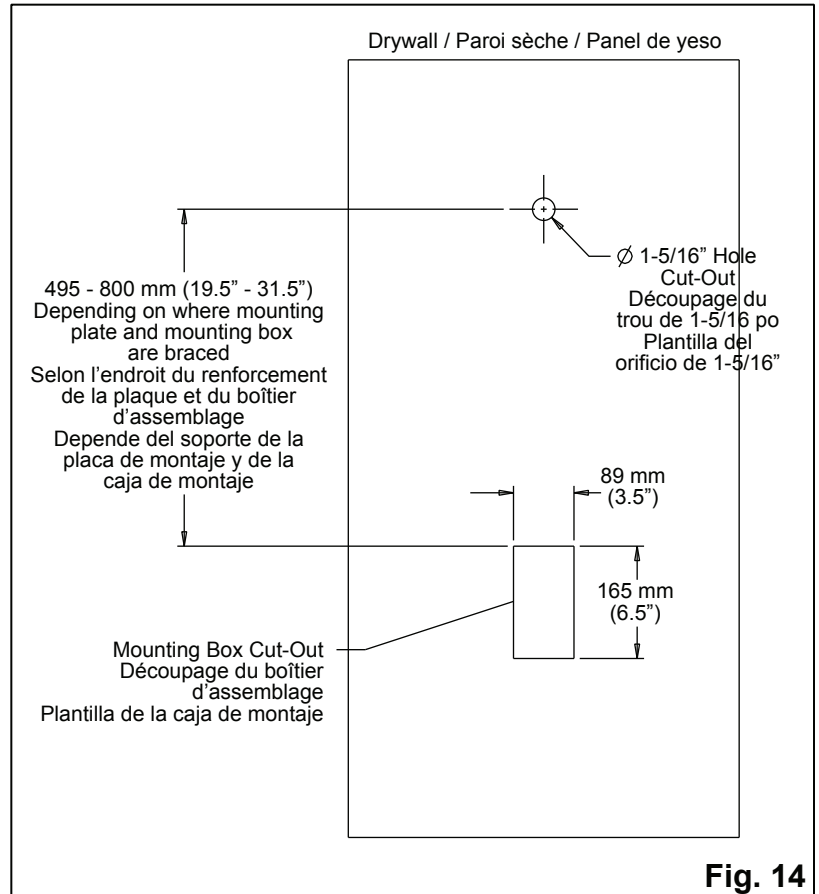

Fig. 14
17. Ensure there is a hole in the drywall where the spout of the faucet will be and a hole for the mounting box. These should be in a position such that it will align with the hole in the mounting plate and the mounting box attached to the bracing. See Figure 14.
17. Veuillez à ce qu'un trou se trouve dans la paroi sèche, à endroit où le bec du robinet se trouvera, et à la présence d'un orifice dans le boîtier d'assemblage. Ils doivent être positionnés de sorte qu'il soit aligné avec le trou de la plaque d'assemblage et du boîtier d'assemblage fixé à la barre de renforcement. *Voir la figure 14.*